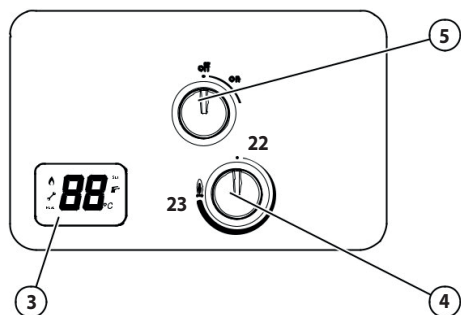

Figura 2.1
- Girare la manopola "ON-OFF" 5 (Figura 2.1) in posizione "ON" (Figura 2.1), il display visualizza la temperatura di regolazione dell'acqua calda impostata con la manopola 4 e se c'è un prelievo di acqua in alto a sinistra si accende il simbolo della fiamma.
la di regolazione 4 (Figura 2.1). Con prelievi con poca portata e temperatura impostata al minimo lo scaldacqua potrà dare l'acqua ad una temperatura diversa da quella impostata.